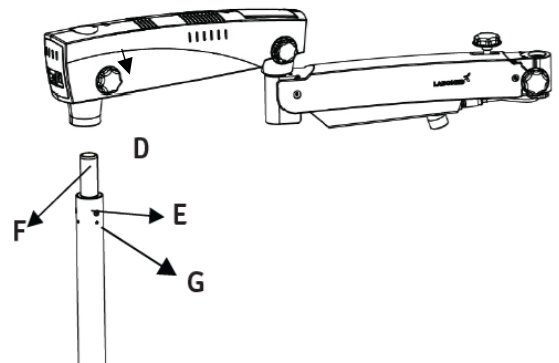

Abb. 30
7. Nehmen Sie die Armbaugruppe aus derselben Schachtel und befolgen Sie die nachstehenden Anweisungen: (Siehe Abb. 30)
- Stellen Sie sicher, dass der Schwenkarm-Feststellknopf (D) leicht gelockert.
- Montieren Sie die Armbaugruppe in der Welle (F).
- Richten Sie die drei Löcher (E) mit dem Gewindeloch auf der Welle (F) aus.
- Verwenden Sie einen 4-mm-Inbusschlüssel und ziehen Sie 2 M6x16mm fest Inbusschrauben (G).